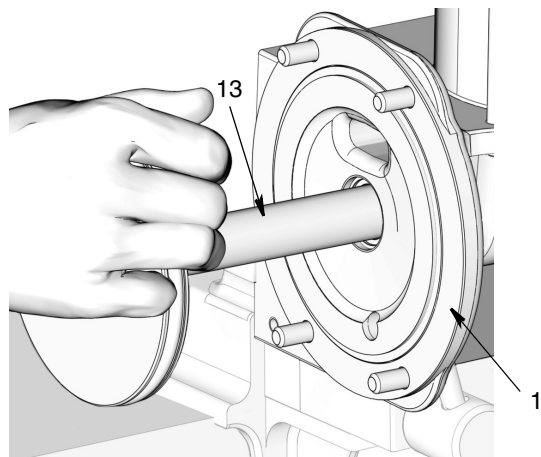

FIG. 51
- f. Applicare un sottile strato di grasso attorno e lungo l'asta del pistone (13), per l'intera lunghezza. Premere delicatamente l'asta del pistone nella base della pompa (1) con un movimento di spinta e torsione per inserire l'asta attraverso le tenute e i distanziali precedentemente montati (FIG. 51).